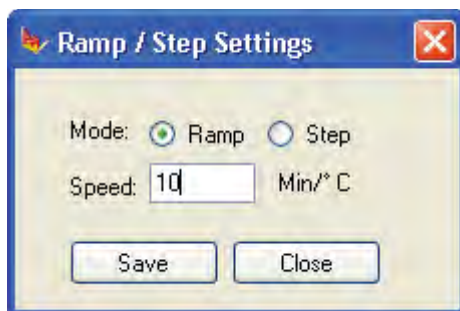

Abbildung 4.57a:
- Wählen Sie das Rampen-/Schritt-Symbol, um den Rampen/Schritt-Einstellungsdialog zu öffnen, siehe Abbildung 4.57a: Rampen-/Schritt-Einstellungen Der Rampen/Schritt-Deaktivierungsdialog wird geöffnet.